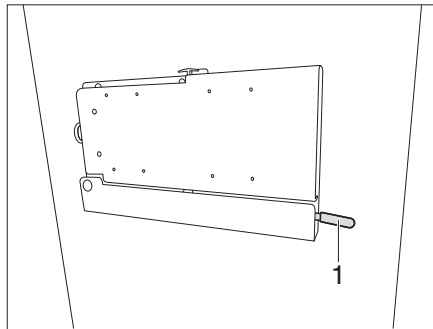

Bild 133 Fäste med ledad arm (variant 3)
- Tryck ner spaken (Bild 133,1).
- Skjut upp spaken (Bild 133,1) igen för att spärra.